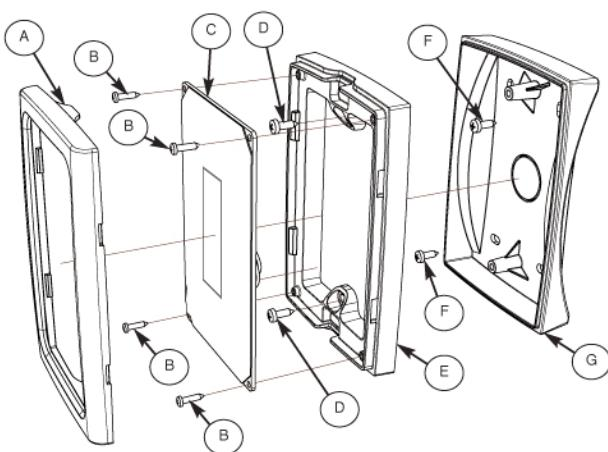

fig.1
- Enlevez le bâti (PARTIE A Fig.1) fixé à pression
- Enlevez le clavier complète de la carte électronique en desserrant le 4 vis (PARTIE B fig.1)
- Fixez la base avec les vis appropriés (PARTIE D Fig. 1) au support où il sera positionné, en utilisant les faites exprès boutonnières.
- Seulement pour la version standard, percez la base (PARTIE E Fig. 1) pour permettre le passage des câbles.
- Solo para la version estandard, perforar la base para el pasaje de los cables. (PARTE E Fig. 1)